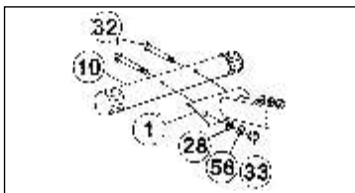

Figura 1
Una o estabilizador frontal (10) com a estrutura principal (1) utilizando dois parafusos M10x70 (32), arruelas planas Ø 10 (28), arruelas mola (56) porcas M10 (33). (Ver figura 1)